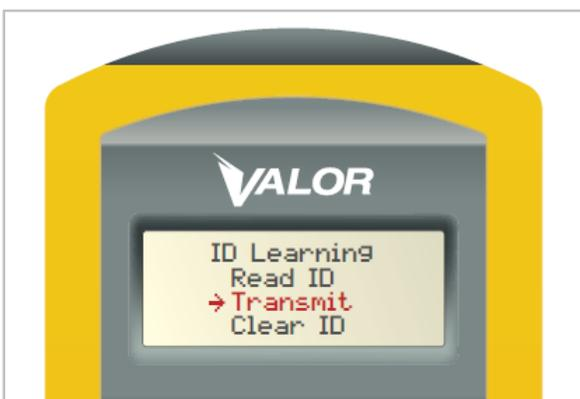

Figura 18
3. Mueva el cursor hacia la opción “Transmit,” (Figura 18).